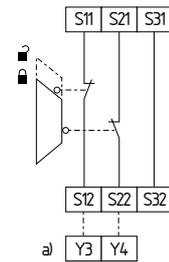

Fig. 16
**Surveillance de protecteur à 2 canaux avec dispositif d'interverrouillage selon EN 1088 (Fig. 16)**